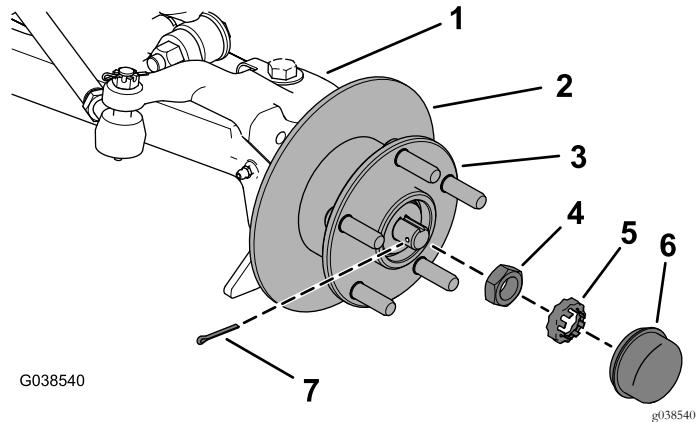

**Figure 5**
5. Déposez la conduite de frein avant du maître-cylindre (Figure 5).
- Raccordez la conduite de frein avant au maître-cylindre (Figure 5).